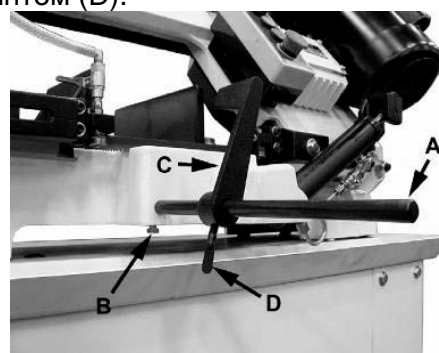

Рис.4
Установите упорную штангу (А, Рис. 4) на станине станка, используя шестигранный винт (В). Зафиксируйте удлинительный упор (С) шпильным винтом (D).